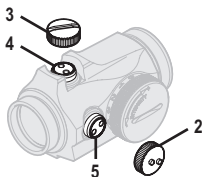

Fig. 2 Ta bort locken
**WARNING:** Fortsätt inte att skruva justerskruvorna (4) och (5), mot botten om du känner motstånd.
- a Öppna Linsskydden (11) (12).
- b Sätt Vridomkopplaren (8) på en nivå där den röda punkten är tillräckligt ljusstark för att kontrastera mot målet.
- c För att komma åt Höjdjusterskruven (4) och Sidojusterskruven (5), ta bort Justeringslocket (2) och Locket (3). Se Fig. 2.